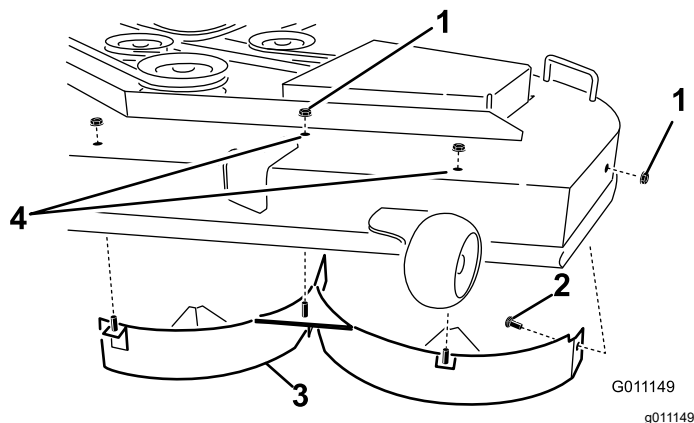

Рисунок 17
4. Отверните 3 контргайки (5/16 дюйма) от приваренных стержней левого дефлектора в верхней части деки газонокосилки в среднем положении, слева от среднего положения и в левом положении (**Рисунок 17**).
5. Отверните каретный болт и контргайку на боковой стенке деки газонокосилки, который крепит левый дефлектор к деке (**Рисунок 17**).
6. Снимите левый дефлектор с деки газонокосилки (**Рисунок 17**).
7. Найдите 2 болта в наборе отдельных деталей и используйте имеющиеся контргайки, чтобы установить крепежные детали в отверстия деки газонокосилки, показанные на **Рисунок 17**, для предотвращения выброса мусора.